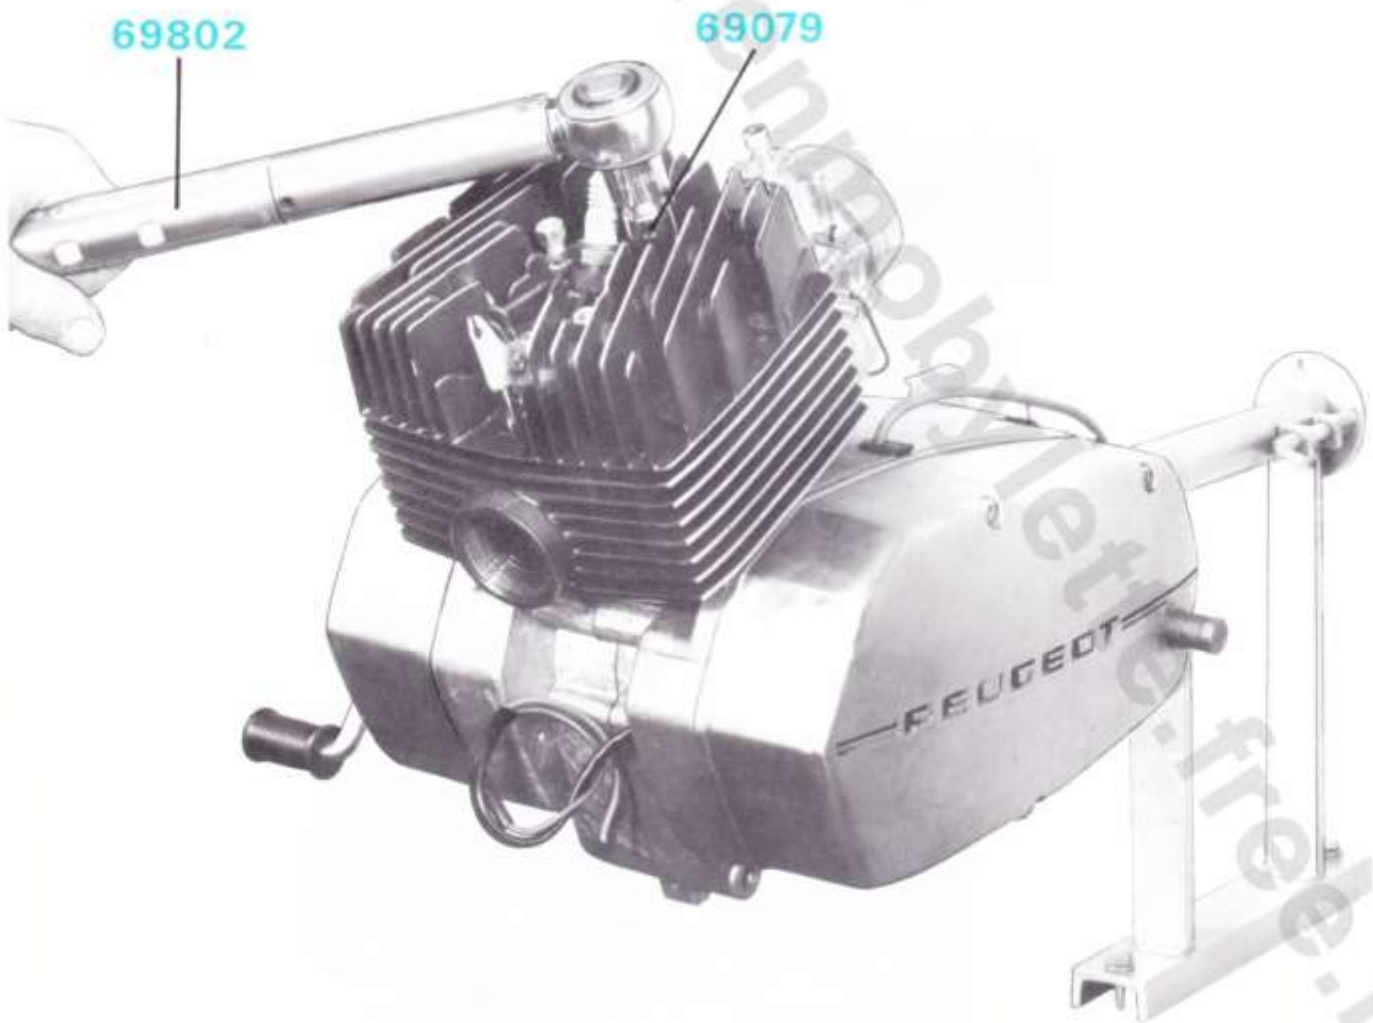

Figure 4
- Placer les rondelles et les écrous qui seront vissés et serrés en diagonale : clé dynamométrique n° 69802 avec la douille n° 69079 (couple de serrage de 1,2 m.kg) - figure 4.